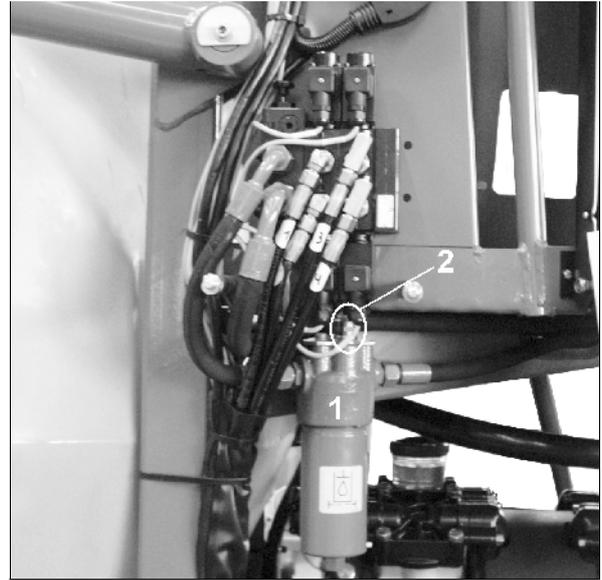

Fig. 23
Le filtre à huile (Fig. 23/1) avec son indicateur d'encrassement (Fig. 23/2) contrôle l'encrassement de l'huile hydraulique.
- Contrôlez régulièrement l'indicateur d'encrassement (Fig. 23/2), pour assurer le bon fonctionnement du circuit hydraulique et de ses composants.
- Remplacez immédiatement le filtre à huile (Fig. 23/1) dès qu'un cercle rouge apparaît à la place du cercle vert.
Pour remplacer le filtre à huile (Fig. 23/1), l'installation hydraulique doit impérativement être en pression nulle ! Il y a sinon risque de blessure en raison de l'huile hydraulique qui s'échappe avec une pression élevée.